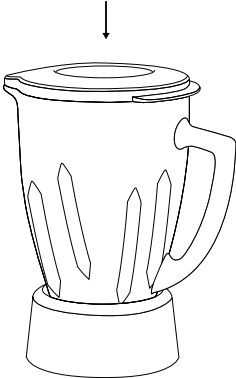

Figura 5
- Não retire a tampa com o eletrodoméstico em funcionamento. Retire a tampa de alimentação para colocar ingredientes pequenos. (Figura 5)